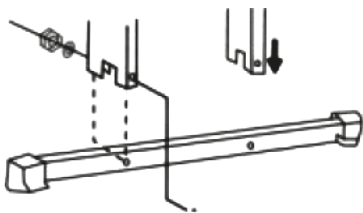

Fig. 3 – Montagem dos pés
- Coloque a barra estabilizadora nas extremidades laterais (fig. 3).